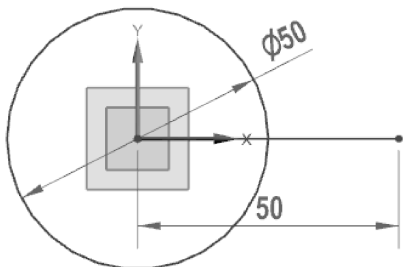

图 2-41 绘制水平直线
- 05 在【曲线】组中单击【直线】工具，然后捕捉原点为起点，绘制一条水平向右长度为 50 的直线，如图 2-41 所示。